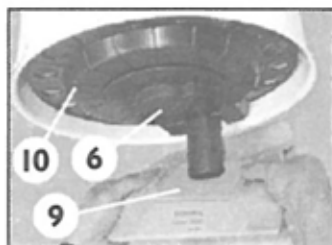

Bild 11
Voreinmontierung für Staubbeutel ausgerüstet. Montagesatz für den Staubbeutel können Sie in gut ausgerüsteten Wiederverkaufsgeschäften kaufen. Produktnummer 81031 [Bild 11; entfernen Sie den Staubbeutel (9), lösen Sie die Befestigungsmutter unter dem Filter (6), entfernen Sie die Staubbeutelstütze [Lochplatte] (10) und lösen Sie den Filter. Eingehende Einbauanleitungen sind im Paket der Staubbeutelinstallierungsserie zu finden.]